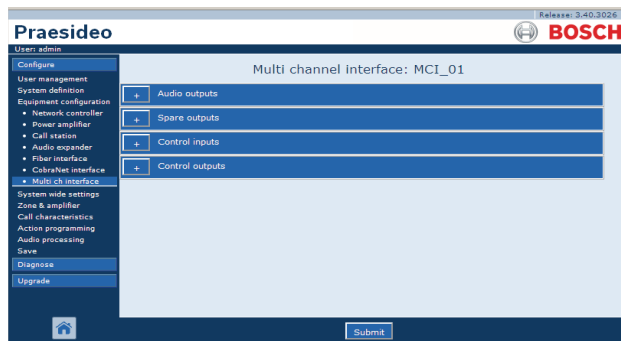

figura 44.22: Configurar interfaz multicanal, paso 2
- 2 Haga clic en el nombre de la interfaz multicanal que desee configurar. Aparece una pantalla similar a la mostrada en figura 44.22 en el cuadro principal de la interfaz Web.